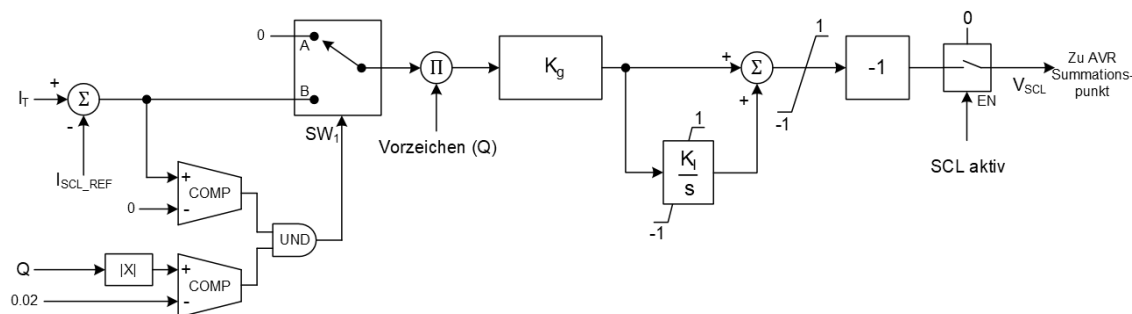

Abbildung 33-17. Per-Unit-Blockdiagramm Statorstrombegrenzer
Der Statorstrombegrenzer (SCL) modifiziert den Erregungspegel je nachdem, ob die Synchronmaschine Vars absorbiert (voreilend) oder exportiert (nacheilend). Abbildung 33-17 zeigt das Modell des Statorstrombegrenzers. Der SCL bildet die äußere Schleife und der Spannungsregler bildet die innere Schleife. Der PI-Regler wird verwendet, um die gewünschte Reaktion zu erreichen. Das Vorzeichen (Q) wird als positiv (+1) für Übererregung und negativ (-1) für Untererregungsbedingung definiert. Dieser Begrenzer kann als Modell des Typs SCL1C modelliert werden.